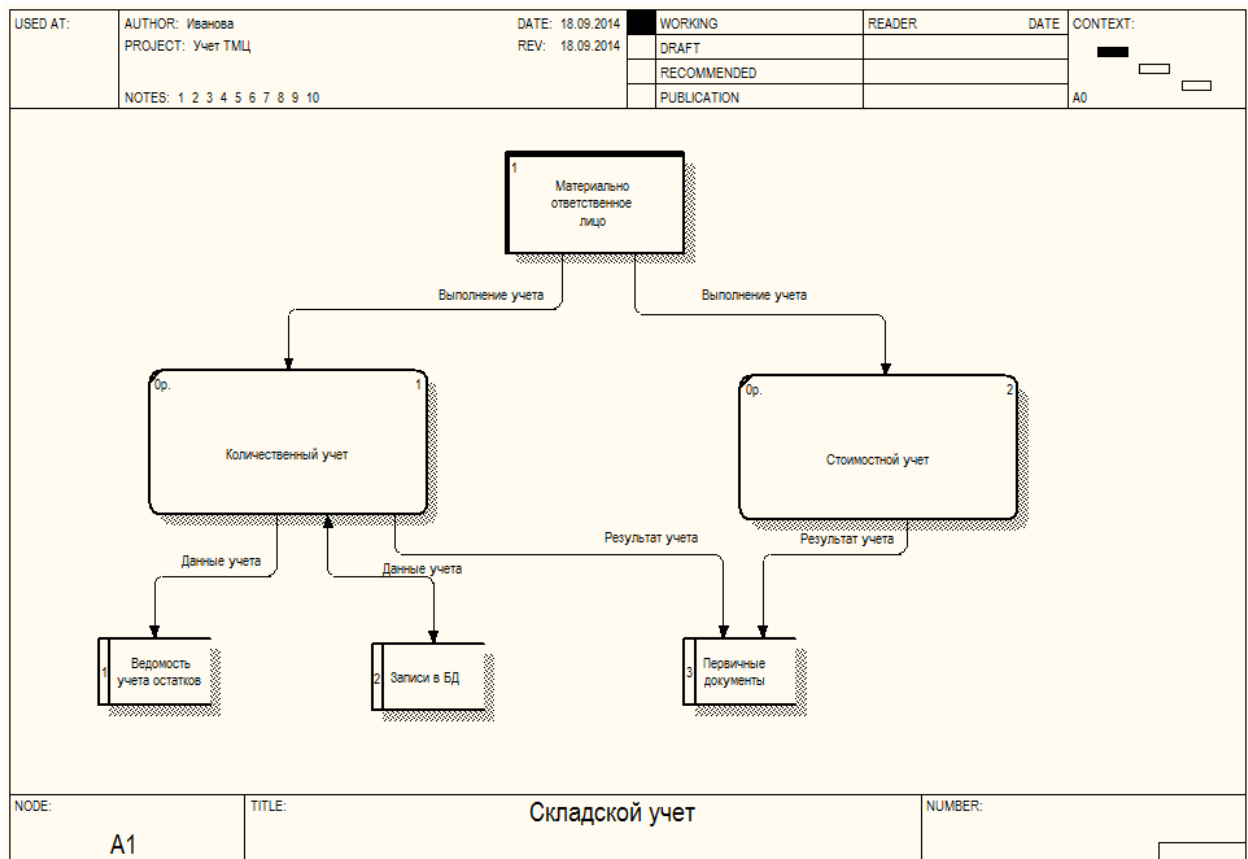

Рис. 41. DFD-диаграмма A1 Складской учет
5. Используя кнопку *External Reference Tool* (Внешняя сущность)  на панели инструментов модели, создайте внешнюю сущность *Материально ответственное лицо* (рис. 41).
6. Используя кнопку *Data Store Tool* (Хранилище данных)  на панели инструментов модели, создайте хранилища данных (рис. 41): *Ведомость учета остатков*; *Записи в БД*; *Первичные документы*.
7. Создайте внутренние стрелки согласно табл. 12 и рис. 41. Обратите внимание, что стрелка *Данные учета*, идущая к хранилищу *Записи в БД*, двунаправленная. Чтобы сделать стрелку двунаправленной, щелкните правой кнопкой по стрелке, выберите в контекстном меню команду *Style (Стиль)* и в диалоговом окне *Arrow Properties (Свойства стрелки)* установите опцию *Bidirectional (Двунаправленная)*.